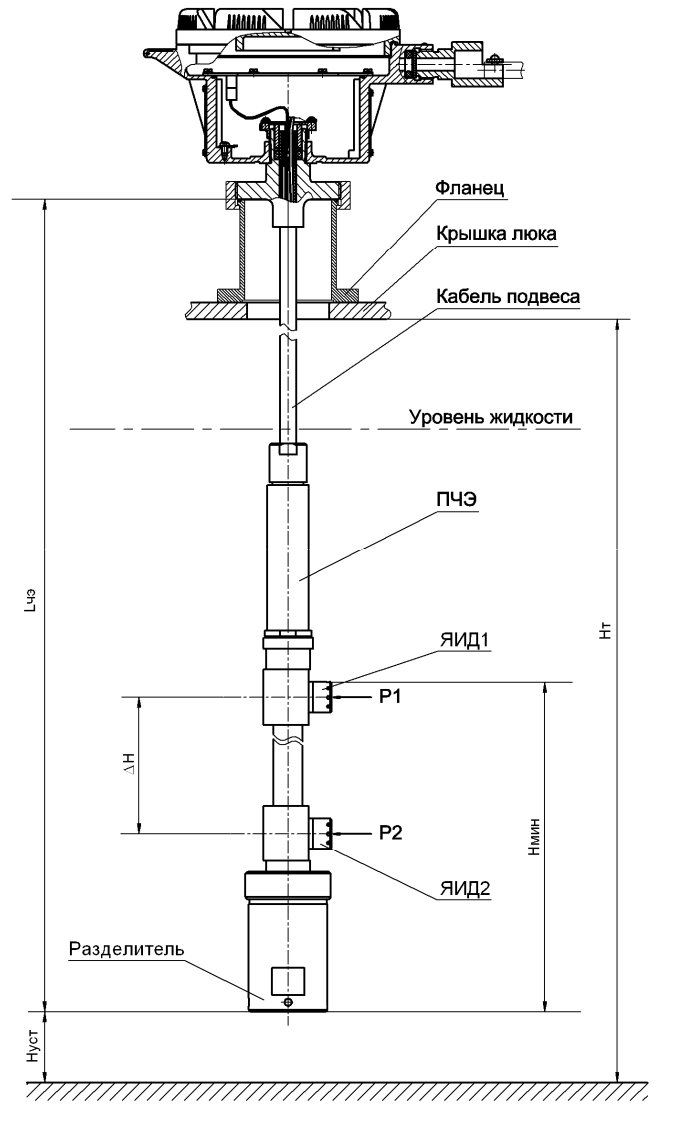

Рисунок 1 – Схема определения длины ЧЭ и высоты установки плотномера
2.1 Длина чувствительного элемента (далее “ЧЭ”) плотномера  $L_{чэ}$  (см. рисунок 1) от 1500 до 25000 мм.
Минимальный уровень контролируемой среды относительно нижнего конца плотномера  $H_{мин}$  (см. рисунок 1) – 600 мм.
2	t – температура (на уровне верхней ЯИД, см. рисунок 1, 16-разрядный цифровой код)